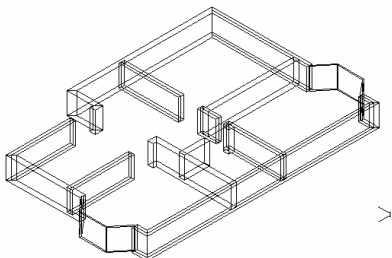

图 7-111
(10)在图形区中选择前面绘制的墙线，再选择【修改】/【特性】命令，打开“特性”对话框。在该对话框中，将厚度设为 1000，再将“轴线”图层关闭，再选择【视图】/【三维视图】/【西南等轴测】命令，效果如图 7-111 所示：